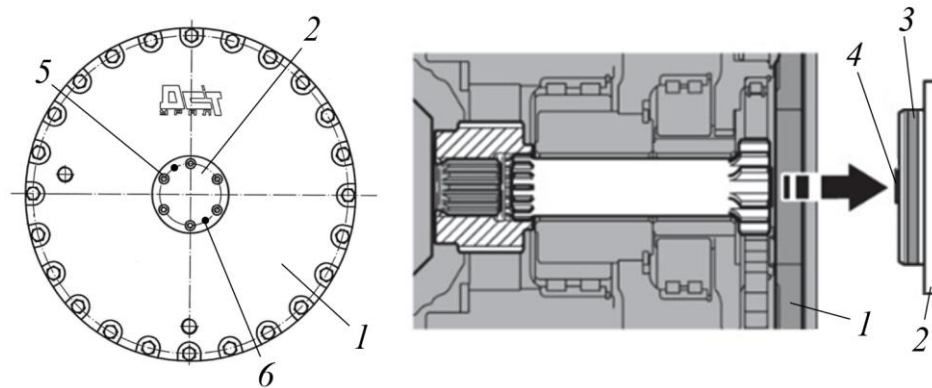

Рисунок 3.136. Крышка бортового редуктора
- Очистить крышку редуктора 2, рис. 3.136, а также поверхность редуктора рядом с крышкой от загрязнений (для исключения попадания грязи во внутреннюю полость редуктора).
- Вывернуть шесть винтов 5 шестигранником  на 6 из крышки 2, рис. 3.136.
- ▶ Демонтированный шлицевой вал перевернуть в чистую ветошь и уложить в ящик с ЗИП. После чего установить крышку бортового редуктора, рис. 3.136.
- ▶ Шестигранником  на 6 вывернуть два винта М8 из крышки 2, затем вставить крышку 2 с уплотнительным кольцом 3 и цилиндрическим роликом 4 в корпус редуктора 1, рис. 3.136.
- ▶ Ввернуть шесть винтов 5 в крышку 2, рис. 3.136. Винты М8 зафиксировать с моментом не более 6,5 Н*м используя резьбовой герметик Унигерм-6.